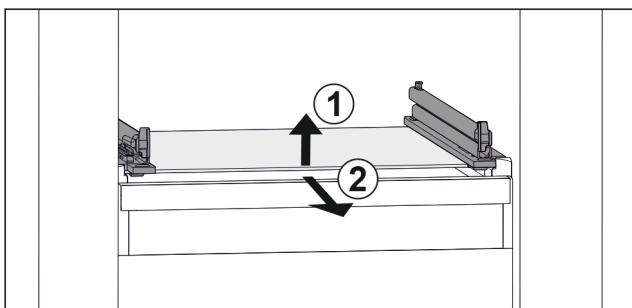

Fig. 72 Príklad zobrazenia sklenenej dosky
- Nadvihnite sklenenú dosku vpred. Fig. 72 (1)
- Odoberte sklenenú dosku dopredu. Fig. 72 (2)